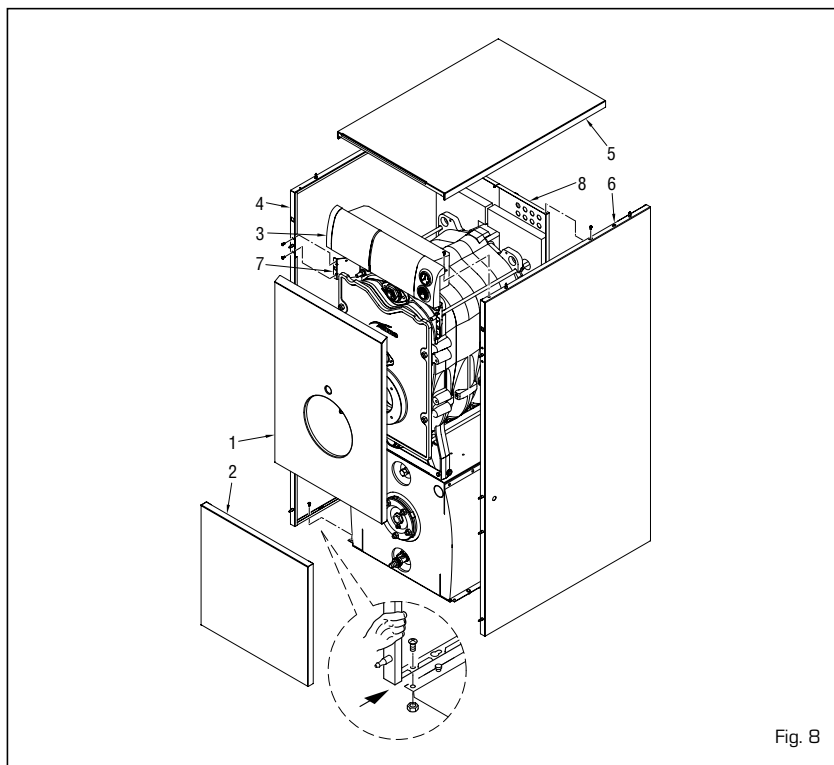

Fig. 8
3.3.3 Démontage de la jaquette (fig. 8)